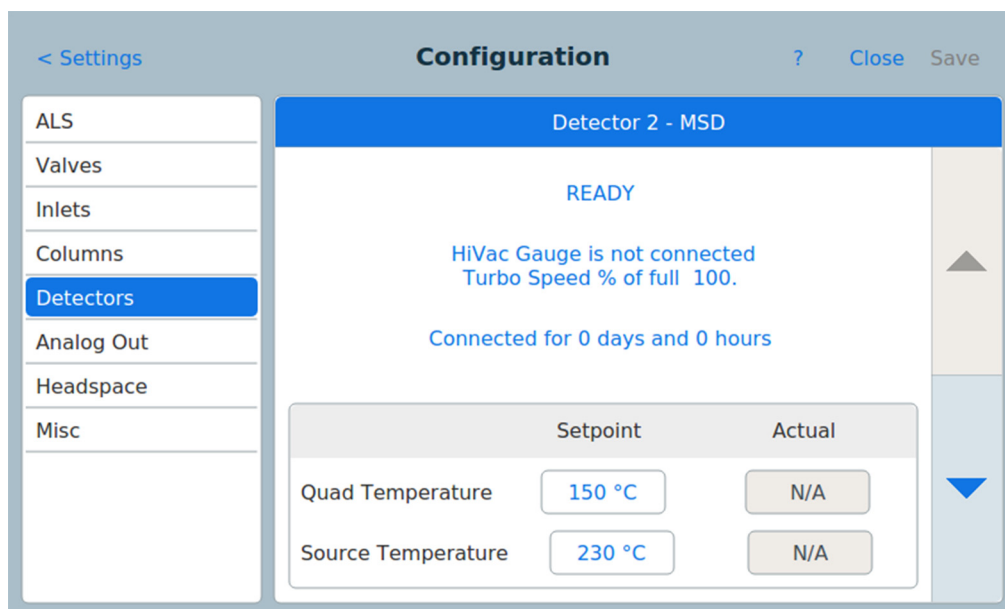

Figura 59 Pagina di impostazioni del rivelatore MSD
- 3 Premere il tipo di dispositivo **Detectors** dall'elenco a sinistra della pagina. Le proprietà per il tipo di dispositivo selezionato appaiono a destra della pagina. Vedere Figura 59.
- 3 Premere il tipo di dispositivo **Detectors** dall'elenco a sinistra della pagina. Le proprietà per il tipo di dispositivo selezionato appaiono a destra della pagina. Vedere Figura 59 a pagina 140.